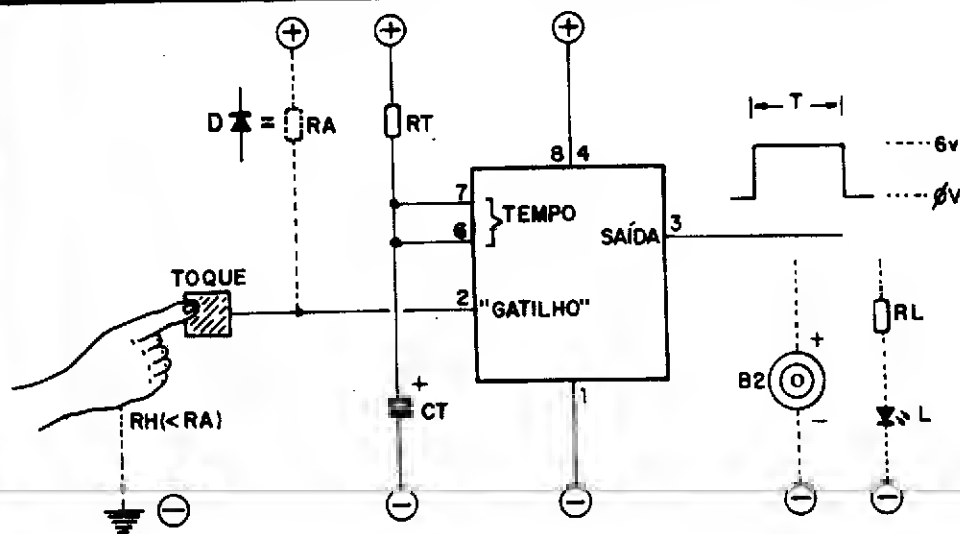

Fig. 7
- FIG. 7 - O circuito, como funciona (Antecipação Teórica) - No já estabelecido sistema de diagramar o circuito em blocos funcionais simplificados (quem acompanha a Seção PRÁTICA, já está acostumado...), vamos analisar tecnicamente o funcionamento do arranjo, aproveitando para fazer uma pequena "antecipação" das amplas possibilidades do versátil Integrado 555 (que merecerá, num futuro próximo, uma "Aula" só pra ele...!). O 555 é, basicamente, um bloco (formado internamente por uma "pá" de transístores...) inventado para trabalhar como temporizador de precisão, cujo disparo se dá pelo pino 2 ("gatilho"), pela momentânea "negativação" ou "abaixamento" da Tensão aplicada a tal controle (que deve, em "espera", permanecer "positivado"...). A saída do Integrado temporizador é recolhida no seu pino 3, que, normalmente (em *stand by*) mostra nível de Tensão baixo (próximo a "zero volt" ou sob o potencial do negativo da alimentação...), mas, quando "disparado", durante o tempo "T" fica "alto", mostrando praticamente o nível de Tensão do positivo da alimentação (no caso, 6V...). Em sua forma mais simples (como veremos no futuro, o 555 permite "um monte" de arranjos práticos funcionais, e não só como simples temporizador...), a determinação do período da temporização é feita por apenas um Resistor (RT) e um Capacitor (CT) externos, ligados aos pinos 6-7 do Integrado (respectivamente indo ao positivo e ao negativo das linhas de alimentação). No nosso caso, os valores de 1M e 4u7 determinam, com sua Constante de Tempo e mais a "curva" de funcionamento "interna" do próprio Integrado, um período "T" de aproximadamente 5 segundos...